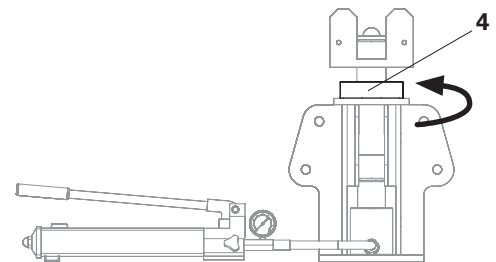

Fig. B1.09
- Una volta raggiunta l'altezza prevista, fissare con il dado dell'albero di testa (4) così da svincolare il cilindro! (Fig. B1.09)
3. Serrare il dado dell'albero di testa (4). (Fig. B1.09)